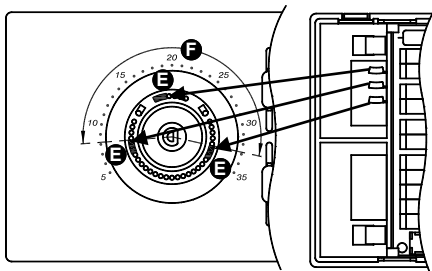

Fig. 6
- 5** Prendre les cavaliers mécaniques situés dans la base du thermostat et les insérer dans la calotte, de façon à réduire le champ de rotation du bouton rotatif (voir l'exemple sur la Fig. 6 et lire le paragraphe « Blocage bouton rotatif »). Le troisième cavalier, positionné dans la partie haute, est de réserve.